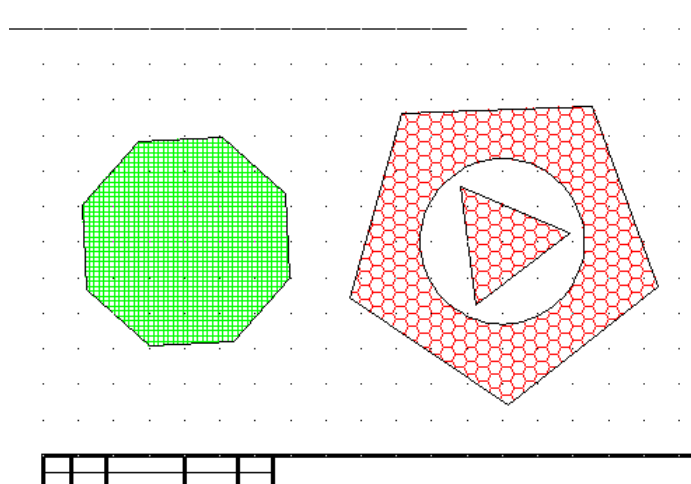

Рис. 1. 29. Четвертая часть чертежа
- Заполните основную надпись чертежа. Для этого вызовите на экран панель инструментов «Текст» (рис.1. 30).